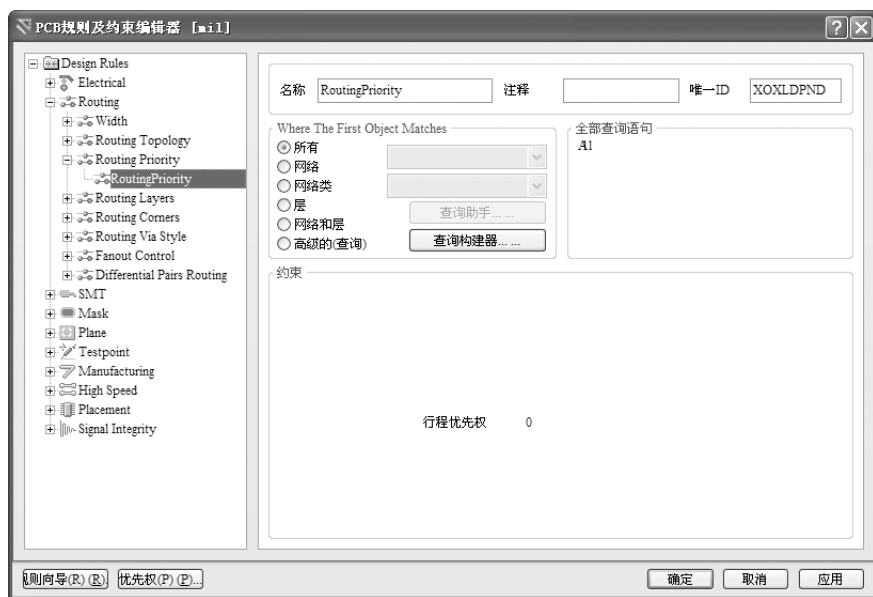

图 9-10 “Routing Priority” 页面
3) “Routing Priority”（布线优先级规则）：用于设置布线优先级，如图 9-10 所示为该规则的页面，在该对话框中可以对每一个网络设置布线优先级。PCB 板上的空间有限，可能有若干根导线需要在同一块区域内走线才能得到最佳的走线效果，通过设置走线的优先级可以决定导线占用空间的先后顺序。设置规则时可以针对单个网络设置优先级。系统提供了 0 ~ 100 共 101 种优先级选择，0 表示优先级最低，100 表示优先级最高，默认的布线优先级规则为所有网络布线的优先级为 0。